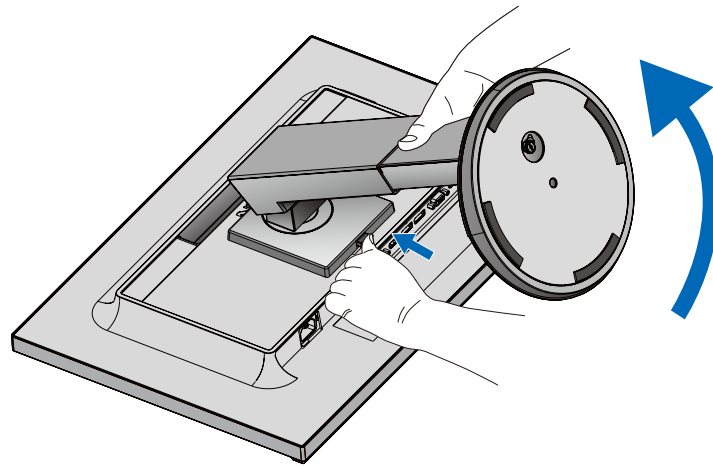

图 S.1
3. 将显示器面朝下放在一个不会造成磨损的表面 (图 S.1)。
按箭头所示方向按下快速释放杆 (图 S.1)。
5. 提起底座，将它与显示器分离 (图 S.1)。